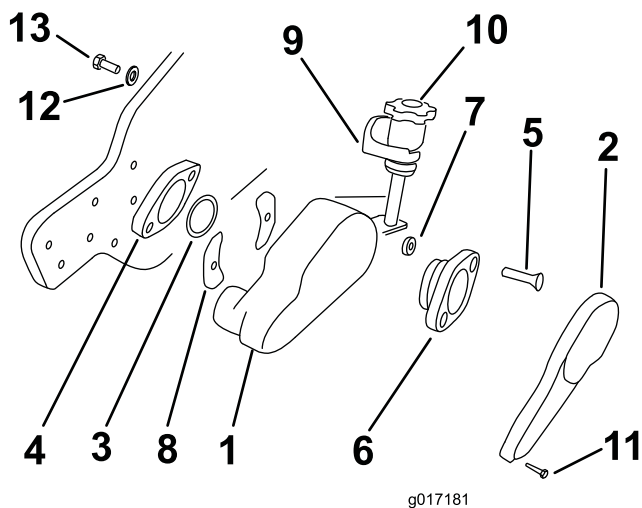
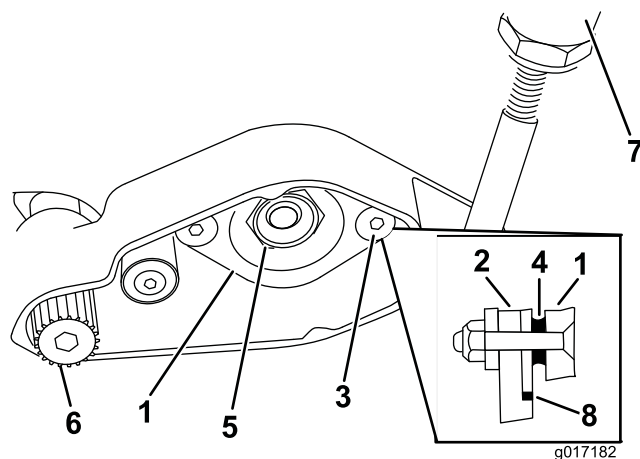

Рисунок 4
Рисунок 5
- А. Ослабьте три колпачковых винта под внутренний шестигранник и стопорные шайбы, с помощью которых крышка присоединяется к узлу корпуса механической щетки (Рисунок 4).
В. Снимите тарельчатую пружину и колпачковый винт на 3/8 x 5/8 дюйма с каждого монтажного блока (Рисунок 4).
С. Вставьте переходное кольцо в корпус подшипника барабана (Рисунок 4 и Рисунок 5).
Д. Вставьте два винта с плоскими головками на 3/8 x 2 дюйма через переходник подшипника и установите разделители на концах винтов (Рисунок 4 и Рисунок 5).
Е. Совместите переходник подшипника, разделители и винты с бронзовым подшипником и пазами в корпусе механической щетки. Вставьте переходник подшипника через бронзовый подшипник и винты в пазы в узле корпуса механической щетки (Рисунок 4 и Рисунок 5).
Е. Установите крышку паза на каждый винт, совместив изогнутую сторону крышки паза с изогнутой частью корпуса механической щетки. Крышки пазов необходимо расположить изогнутой частью в сторону от корпуса механической щетки (Рисунок 4).
Г. Вставьте винты с плоскими головками в корпус подшипника барабана. Установите контргайки на винты и затяните с моментом от 31 до 37 Н-м (Рисунок 4 и Рисунок 5).
9. Сдвиньте один конец узла вала механической щетки на опору подшипника в узле корпуса механической щетки (Рисунок 5). Убедитесь в том, что концы ножей механической щетки направлены вперед.
конец вала механической щетки. Используя торцовую шестигранную головку на 3/8 дюйма на динамометрическом ключе, затяните шкив с моментом 39 – 47 Н•м (Рисунок 4 и Рисунок 5).
11. Установите монтажный блок регулировочной рукоятки на левую пластину с помощью ранее снятых колпачкового винта на 3/8 x 5/8 дюйма и тарельчатой шайбы (Рисунок 4).
12. Установите левую раму регулировочного устройства неподвижного ножа на боковую пластину с помощью ранее снятых колпачковых винтов и шайб (Рисунок 4).
13. Удалите контргайку подшипника барабана с вала барабана (Рисунок 5). Зафиксируйте барабан от проворачивания с помощью деревянного блока.